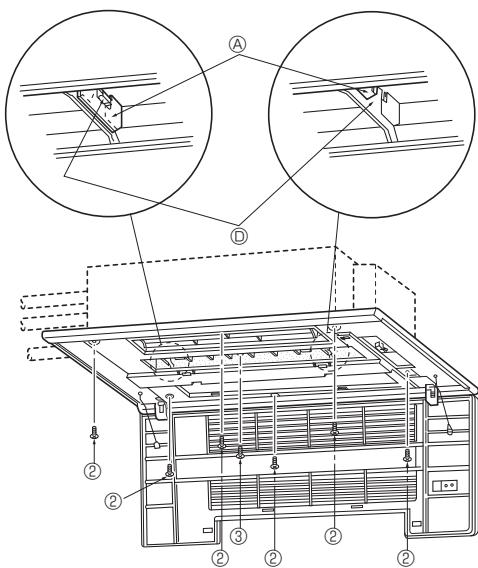

Рис. 5-5
- Отрегулируйте положение передней панели таким образом, чтобы она надлежащим образом вписывалась в угол между потолком и стеной, и установите крепежные болты Ⓛ (поставляются с прибором) в четырех местах слева и справа, оставив их слегка незатянутыми. (Рис. 5-5)
[Рис. 5-5]